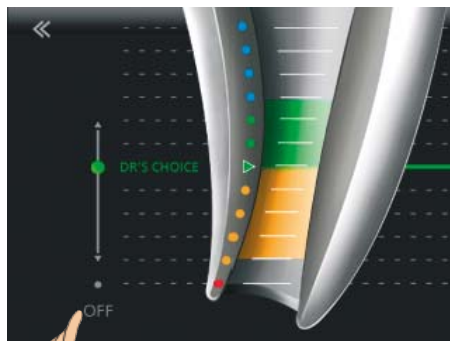

Fig. 25: Toque OFF
- Para cancelar la línea apical DR'S CHOICE, vuelva al menú de Ajustes, seleccione DR'S CHOICE y toque OFF (Fig. 25).